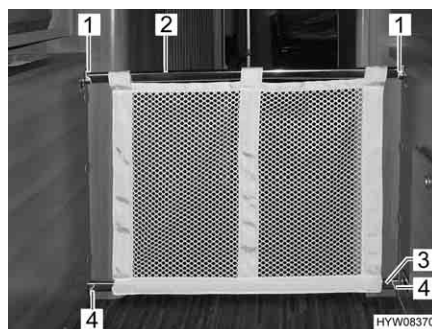

Bild 2 Sicherungsnetz
- Unteres Stahlrohr (Bild 2,3) in die unteren Halterungen (Bild 2,4) einhängen.
- Oberes Stahlrohr (Bild 2,2) in die oberen Halterungen (Bild 2,1) einhängen.
- Oberes Stahlrohr (Bild 2,2) aus den oberen Halterungen (Bild 2,1) aushängen.
- Unteres Stahlrohr (Bild 2,3) aus den unteren Halterungen (Bild 2,4) aushängen.